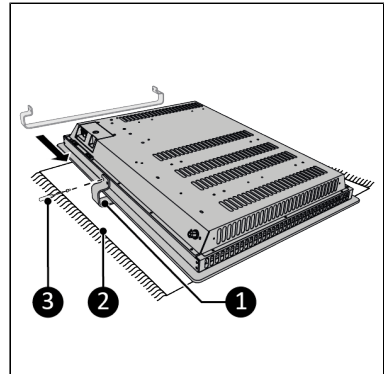

Abbildung 41.
1. Legen Sie das Gerät auf eine stabile weiche Oberfläche (Abbildung 41, Pos. 2).
3. Schieben Sie den Handtuchhalter (Abbildung 41, Pos. 1) vorsichtig unter das Gerät.
4. Montieren Sie den Handtuchhalter mit einem Philips Kreuzschlitzschraubendreher auf der Rückseite des Geräts (Abbildung 41, Pos. 3).